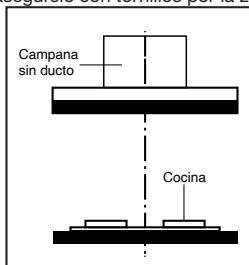

Fig. 22
- Trazar una línea centro donde va a ir ubicada la campana teniendo en cuenta la ubicación de la cocina, ver fig. 22.